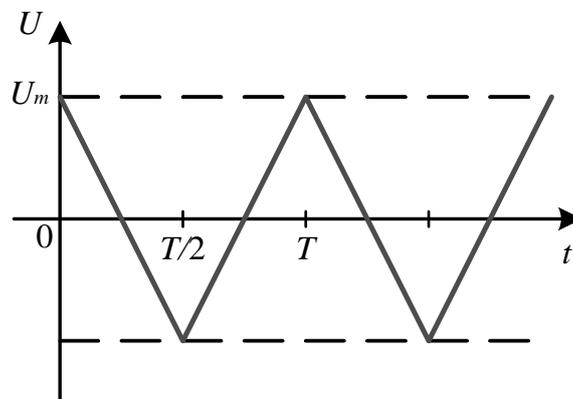

Рисунок 10.1 – Форма исследуемого сигнала
10.1.5 Выполнить разложение в ряд Фурье исследуемого напряжения (см. рисунок 10.1) аналитическим или графическим методом. Получить коэффициенты разложения в ряд Фурье для 3...4 гармонических составляющих. При выполнении разложения учесть, что кривая обладает симметрией.